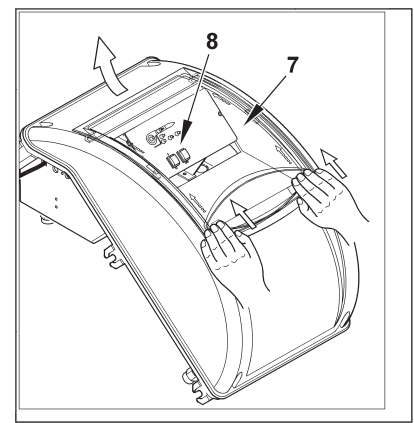

Рисунок 4
- 4) Для закрытия крышки электрического щита, закрутите 4 винта (1), используя момент затягивания, равный приблизительно 5 Нм, для обеспечения правильного уплотнения. Теперь можно получить доступ к панели управления (8), отцепив прозрачное окошко (7) лёгким надавливанием руки в направлении стрелок, как указано на рис. 4. Подождите, пока окошко немного продвинется, после чего отделите его от крышки.
5) Для правильного расположения прозрачного окошка на щите поступайте в соответствии с рисунком 5: поместите крюки в соответствующие гнёзда (9), продвиньте окошко в направлении, указанном стрелкой, пока не услышите лёгкий щелчок. Теперь обеспечено должное уплотнение.